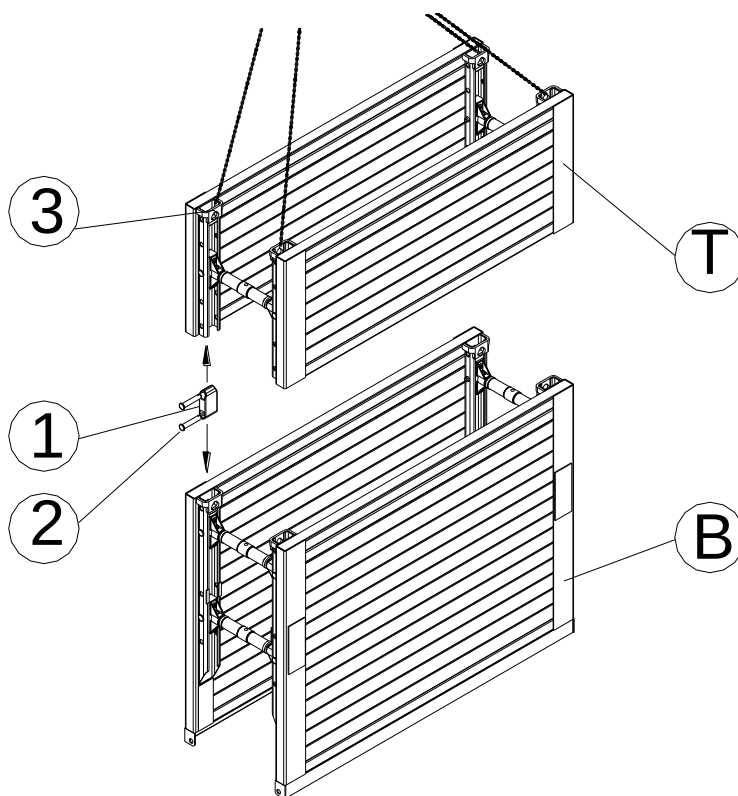

Figura 1: Visione d'insieme delle unità di blindaggio contrastate nei bordi
Per il processo di inserimento, la base (B) e i moduli superiori (T) devono essere montati al di fuori della trincea e il sistema inserito come unità singola dentro lo scavo, questo nel caso in cui i box di scavo con i top box siano necessari per consentire trincee più profonde (figura 1).
L'imbragatura deve essere collegata esclusivamente ai fori di attacco previsti (3, capi montatori (vedi figura 1)) in almeno quattro punti (ES).